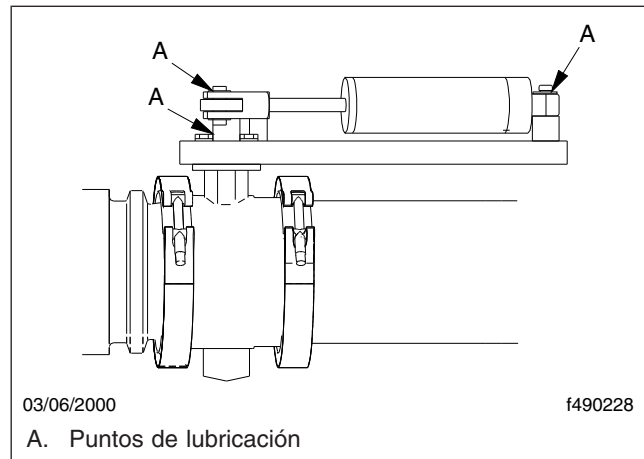

Figura 7.24, Freno de escape y cilindro de aire Pacbrake
1. Apague el motor. Con cualquier lubricante para altas temperaturas y sin aceite o no basado en petróleo, aplique una cantidad suficiente de lubricante al vástago de la válvula limitadora y a los puntos de acoplamiento en cada extremo del cilindro de activación. Vea la Figura 7.24.